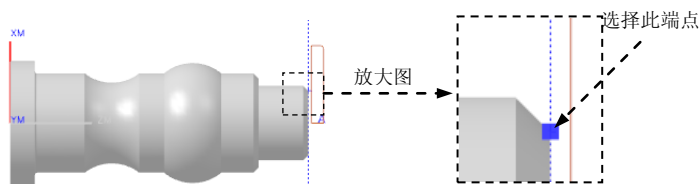

图 7.7.6 定义切削区域
Step2. 在图 7.7.6 所示的“创建操作”对话框 **类型** 下拉列表中选择 **turning** 选项，在 **操作子类型** 区域中单击“FACING”按钮 ，在 **程序** 下拉列表中选择 **PROGRAM** 选项，在 **几何体** 下拉列表中选择 **TURNING_WORKPIECE** 选项，在 **刀具** 下拉列表中选择 **00_80_L (Turning Tool-Standard)** 选项，在 **方法** 下拉列表中选择 **LATHE_FINISH** 选项。
Step2. 在“切削区域”对话框 **轴向修剪平面 1** 区域的 **限制选项** 下拉列表中选择 **点** 选项，在图形区中选取图 7.7.6 所示的端点，单击“显示”按钮 ，显示出切削区域如图 7.7.6 所示。